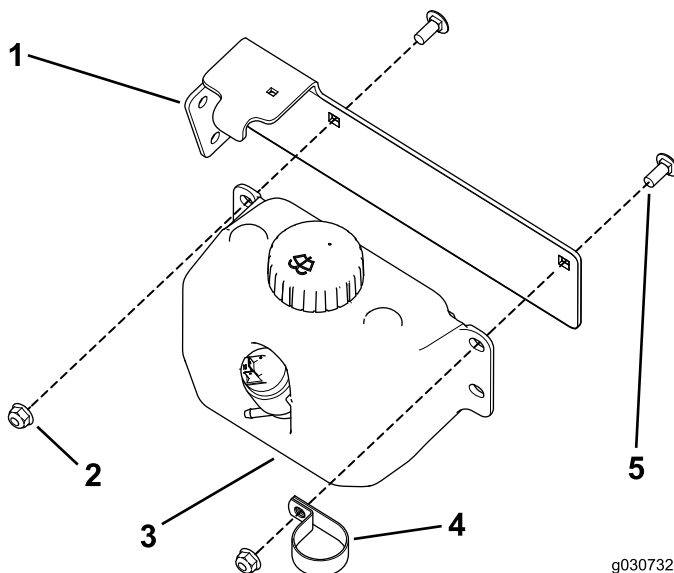

Рисунок 34
- Используйте два каретных болта (5/16 x 3/4 дюйма) и две фланцевые гайки (5/16 дюйма) для закрепления бачка стеклоомывателя и R-образного хомута на креплении бачка (Рисунок 34).